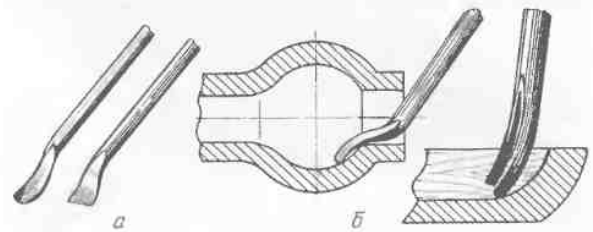

Рис. 110. Клюкарзы: а — полукруглая (слева) и прямая; б — специальные (примеры применения)
**Клюкарзы.** Это такие же прямые или полукруглые стамески, но с изогнутым около режущего конца полотном, что позволяет с большим удобством выполнять резьбу некоторых фигурных поверхностей (рис. 110, а, б). Например, прямая клюкарза применяется для зачистки фона в рельефной резьбе, когда работа обычной прямой стамеской неудобна. С учетом этого полотно с лезвием у клюкарзы делают очень коротким (до изгиба шейки).